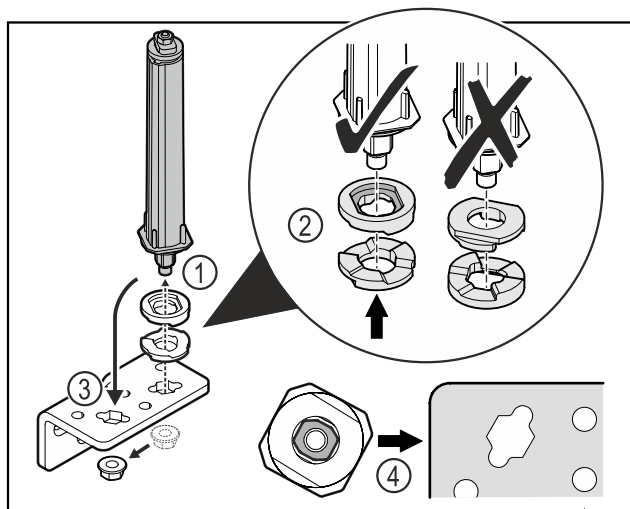

Fig. 38
- Mutter lösen und Türschließsystem entfernen Fig. 38 (1).
- Auf die korrekte Ausrichtung der Höhenverstellsscheiben achten Fig. 38 (2).
- Türschließsystem im Scharnierwinkel umsetzen und mit der Mutter fixieren Fig. 38 (3).
- Beim Einsetzen auf die korrekte Ausrichtung des Türschließsystems achten Fig. 38 (4).